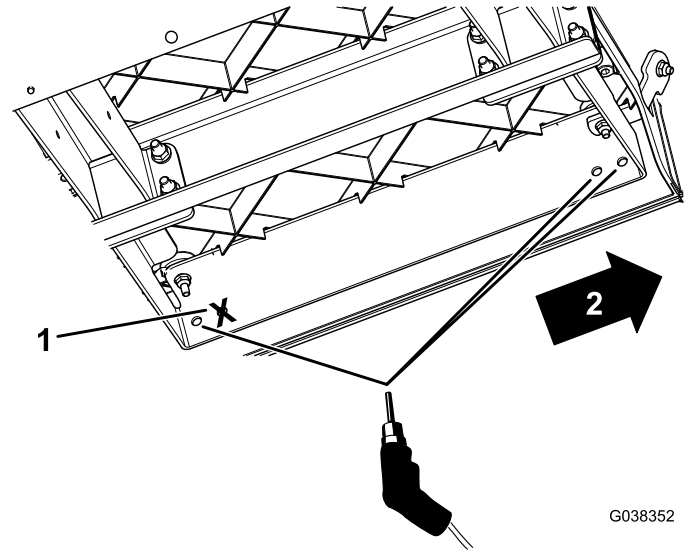

Bild 6
8. Verwenden Sie die neuen Bodenplattenstützen als Schablone und bohren Sie drei Löcher (9,5 mm) in jede Bodenplatte (Bild 6).
Wichtig: Bohren Sie nur die vorderen 2 Löcher in die neuen Bodenplattenstützen sowie das am weitesten entfernte hintere Loch, wie in Bild 6 dargestellt.